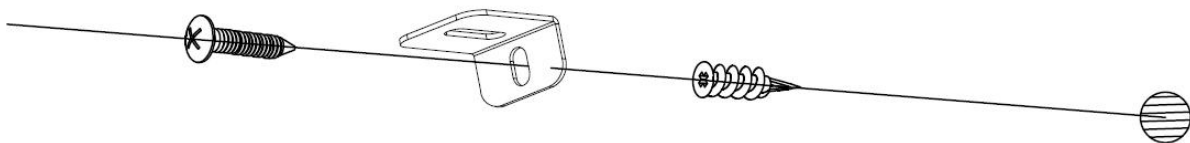

Abbildung 4-3
C. Bringen Sie den Kunststoffdübel (**C**) in der Trockenbauwand an und schrauben Sie dann die mitgelieferte Schraube **B** in das Loch des **L-Winkels** in den Wanddübel, um den Kamin vor dem Herausfallen aus den Haken zu sichern. (**Abb. 4-3**)